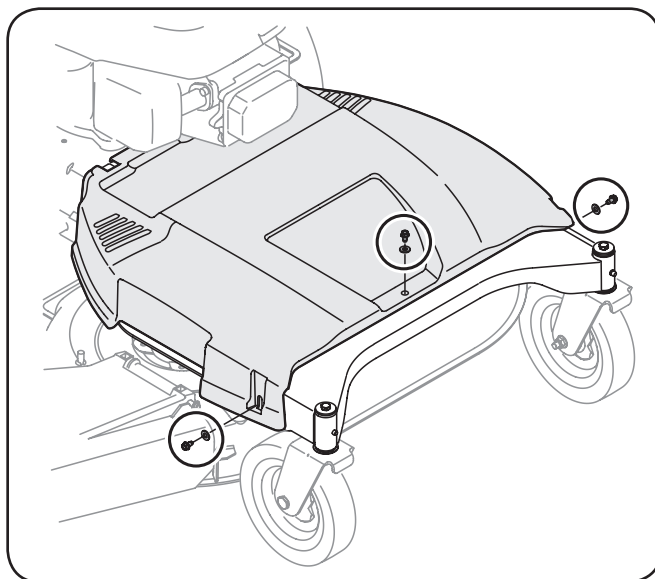

Figura 6-5
1. Para sacar la cubierta de la correa saque los tres tornillos y arandelas que la sujetan al bastidor. Vea Figura 6-5.